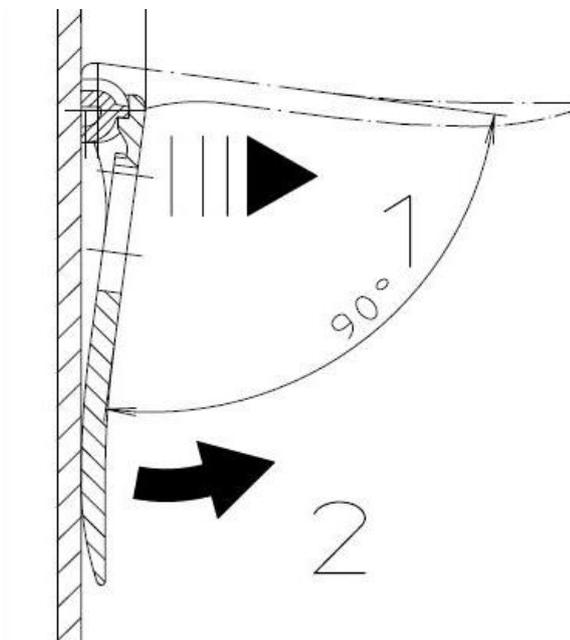

Рис. 3. Использование подставки
- потянуть за ушко подставки (деактивировать защелку) - **Рис. 3**, поз. 1;
- повернуть подставку на 90 градусов от прибора - **Рис. 3**, поз. 2;